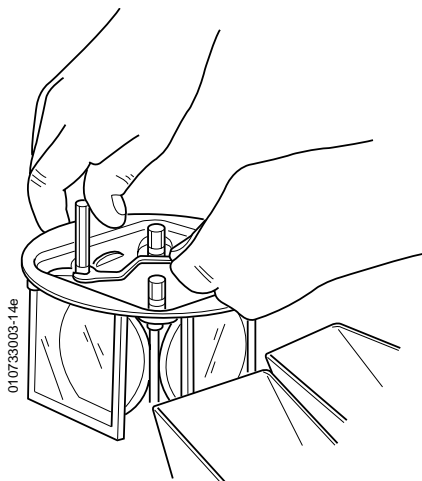

FIG. 5
- 5) Dévisser les 4 écrous et contre-écrous, ôter les 2 rondelles éventail et les 2 rondelles de centrage (FIG. 5).
- 5) *Unscrew the 4 nuts and counter nuts, remove the 2 notched washers and the 2 centering washers (FIG. 5).*